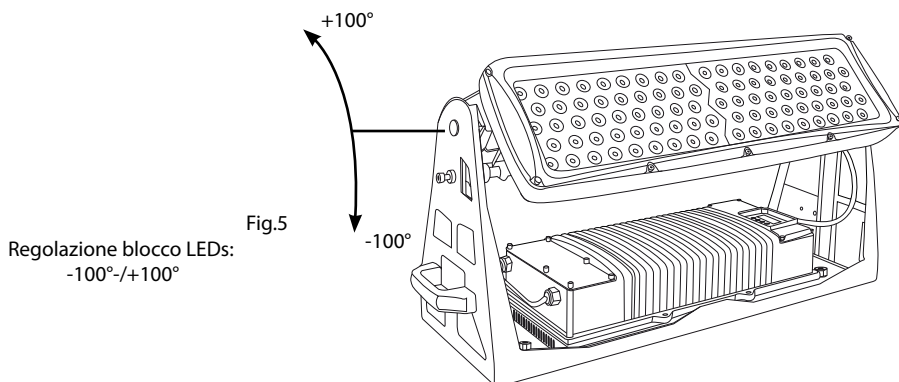

Fig.5
- Orientare il proiettore attraverso il sistema meccanico (2) per ottenere una regolazione del blocco LEDs (fig.5).